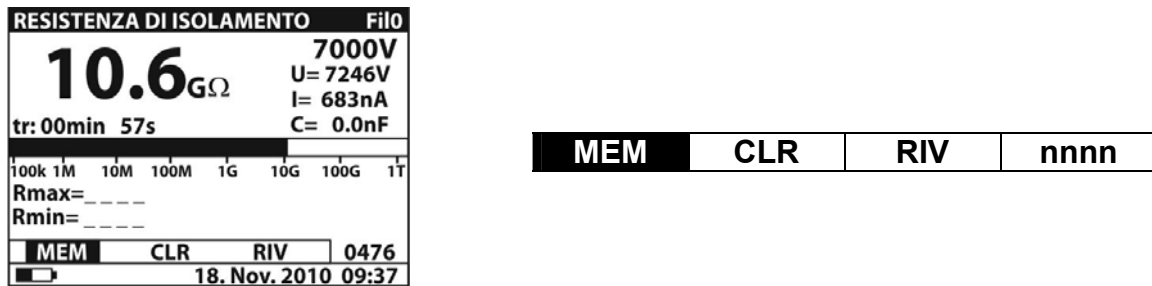

Fig. 47: Sauvegarde des données en mémoire
1. Avec le résultat de la mesure à l'écran, appuyer sur la touche **MEM**. La page-écran de Fig. 47 est montrée par l'instrument: